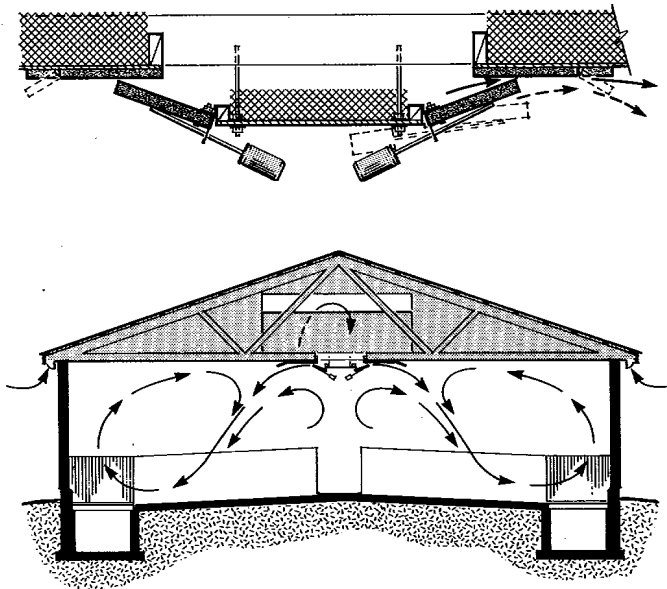

Figure 5 Déflecteurs à ajouter pour éviter un excès de chaleur en été nuisible à la croissance et à la finition des porcs
**ALIMENTATION EN AIR PAR LES COMBLES** Lorsqu'on utilise le comble comme chambre d'air frais en hiver, celui-ci devrait être ventilé le long du périmètre (à la fois le long de la bordure de toit et des pignons) de façon à obtenir une pression atmosphérique uniforme quelles que soient la direction et la force du vent. Les grilles d'aération des combles doivent être conçues de façon à empêcher la pénétration des oiseaux, des rongeurs, de la neige et de la pluie. Si les combles sont aussi utilisés pour l'alimentation en air frais l'été, il faut ouvrir les combles davantage en raison de la plus grande quantité d'air nécessaire par temps chaud. Les ouvertures peuvent se situer sous le soffite ou dans les pignons, le soffite étant préférable (figure 5). Il faut prévoir une entrée d'air de 0.5 m2 pour chaque 1000 Us de capacité de ventilation des ventilateurs. Pour protéger les combles de l'élévation de chaleur solaire, la couverture doit être blanche et avoir une forte réflexion, ou bien être isolée par en-dessous. Les couvertures en tôle d'acier galvanisé réfléchissent bien le rayonnement solaire lorsqu'elles sont neuves, mais lorsqu'elles vieillissent, elles deviennent grises et absorbent une grande partie de la chaleur. Il faut donc les peindre en blanc. Des bardeaux d'asphalte blancs sur du contreplaqué réduiront aussi le gain de chaleur dû à l'énergie solaire.
Dans les étables de croissance et de finition des porcs avec une allée centrale pour l'alimentation, la prise double de la figure 4 fonctionne bien sauf par temps très chaud. Lorsque la température est très élevée, une paire de déflecteurs est indispensable pour diriger le courant d'air frais vers les cases comme indiqué à la figure 5. Il faut toutefois s'assurer que les déflecteurs ne modifient pas l'arrivée d'air en hiver lorsqu'ils sont repliés contre le plafond.